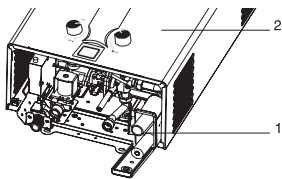

Рис. 1.
- Перед включением водонагревателя необходимо установить батарейки (рис. 1),
- Отсек для батареек (1) находится в нижней правой части водонагревателя. Для доступа к нему снимать кожух не нужно.